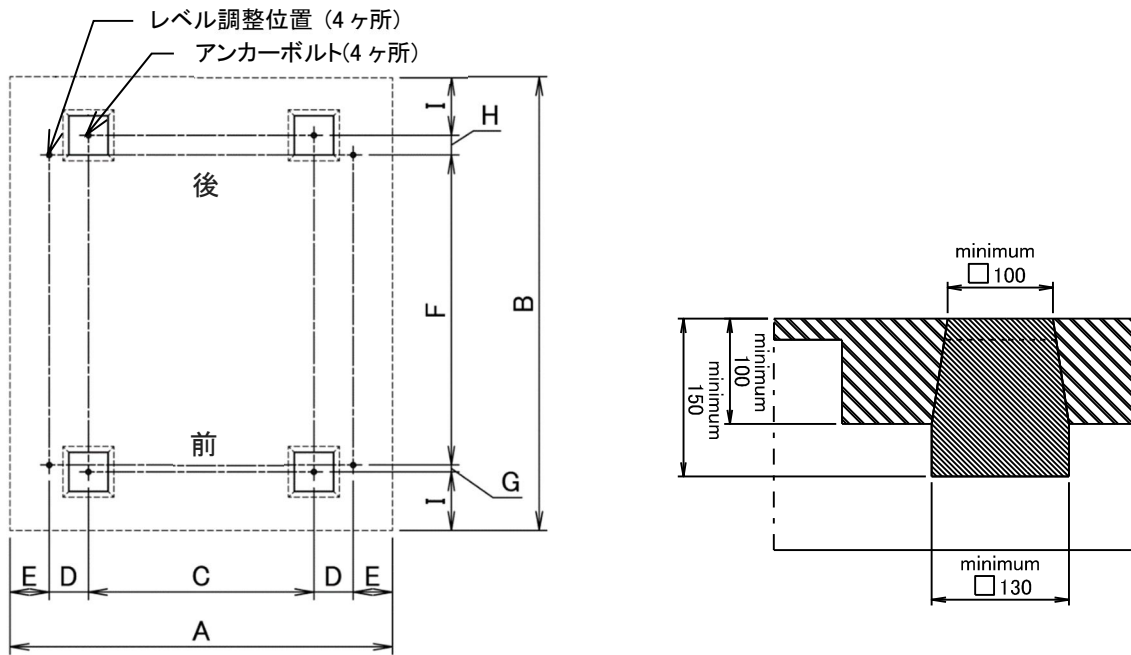

図 4-2
1) 機械の据付は、床荷重に耐えられるコンクリートの水平かつ凹凸の無い床に、（図 4-2）の示す位置に、相対的に段差が無く、水平な 4 ヶ所のコンクリート基礎を施工してください。
2) コンクリート床自身が十分な強度、完全に平らでかつ水平、十分な厚みがあるならば（図 4-2）に示す基礎工事を省くことができます。